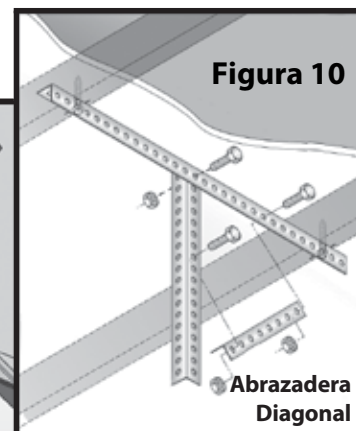

Figura 10
Paso 6: Marque y corte un pedazo corto de ángulo de soporte para formar un puntal oblicuo de 45° (Fig. 8/9/10). Sujete con seguridad los ángulos de soporte usando (3) tornillos mecanizados de 3/8"x1-1/2" y (3) tuercas hexagonales de 3/8"-16, como se muestra en la Figura 10.